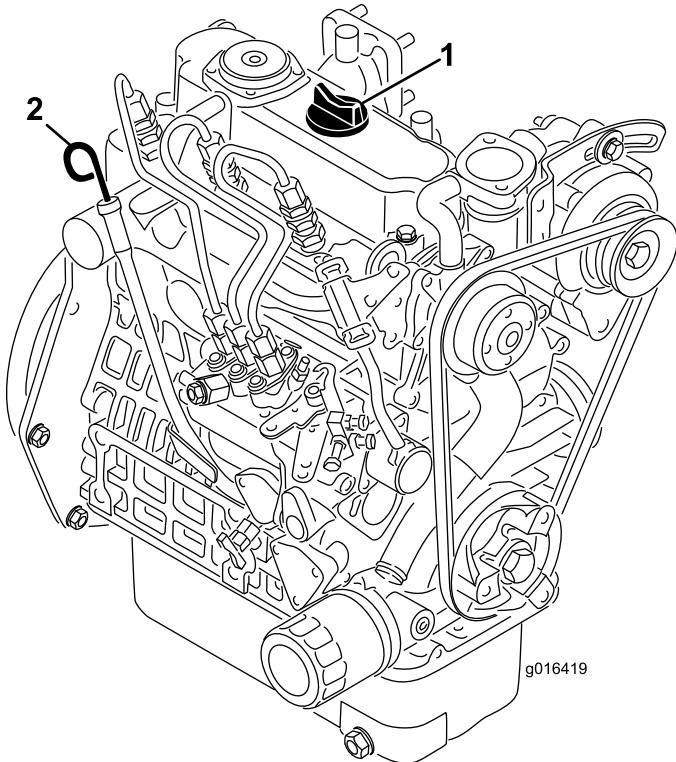

Bild 33
- Nehmen Sie den Peilstab heraus und wischen Sie ihn mit einem sauberen Lappen ab (Bild 33).